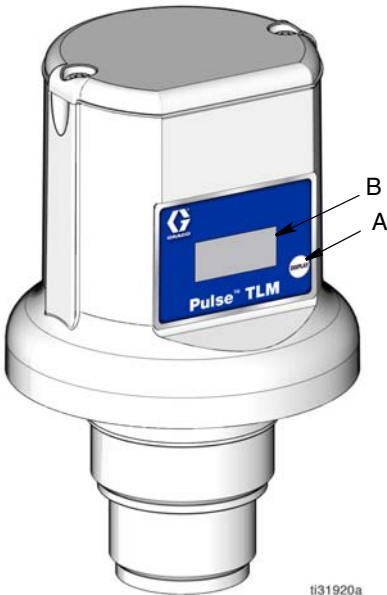

图 6
按下然后松开“显示窗”按钮 (A)。数据在显示窗 (B) (图 6) 上出现；每个屏幕停留几秒钟即转到下一个屏幕。
在机油分销商加满料桶之后或废油服务供应商抽空废机油桶之后，按下 TLM 上的“显示屏”按钮 (A) (图 6) 以确保 TLM 具有最新的料桶容积状态。